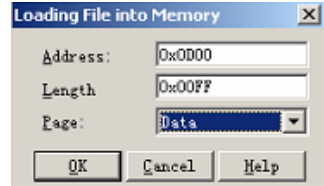

图 5.5 存储器下载对话框
(6) Load GEL 加载通用扩展语言文件到 CCS 中。
(7) Data→Load 将主机文件中的数据加载到 DSP 目标系统板,可以指定存放的数据长度和地址。数据文件的格式可以是 COFF 格式,也可以是 CCS 所支持的数据格式,缺省文件格式是 .dat 的文件。当打开一个文件时,会出现如图 5.5 所示的对话框。该对话框的含义是加载主机文件到数据段的从 0x0D00 处开始的长度为 0x00FF 的存储器中。